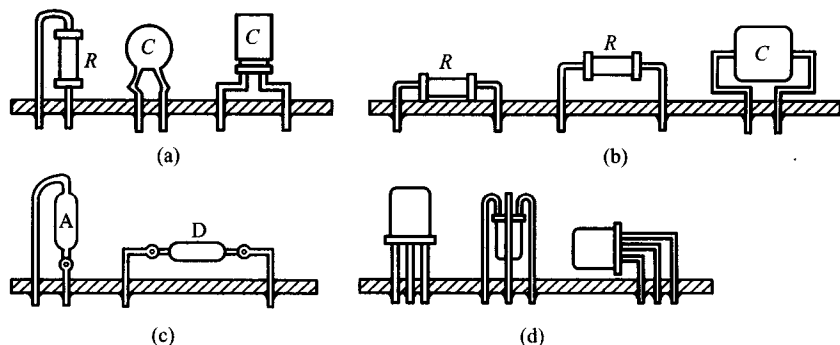

图 1-11 电子元件在印制电路板上的装置方法
- (1) 清除元件各引脚处的氧化层,并搪锡。
- (2) 确认元件各焊脚所对应的位置后,将引脚插入孔内,剪去多余的部分,然后迅速下焊。电子元件在印制电路板上的装置方法如图 1-11 所示。